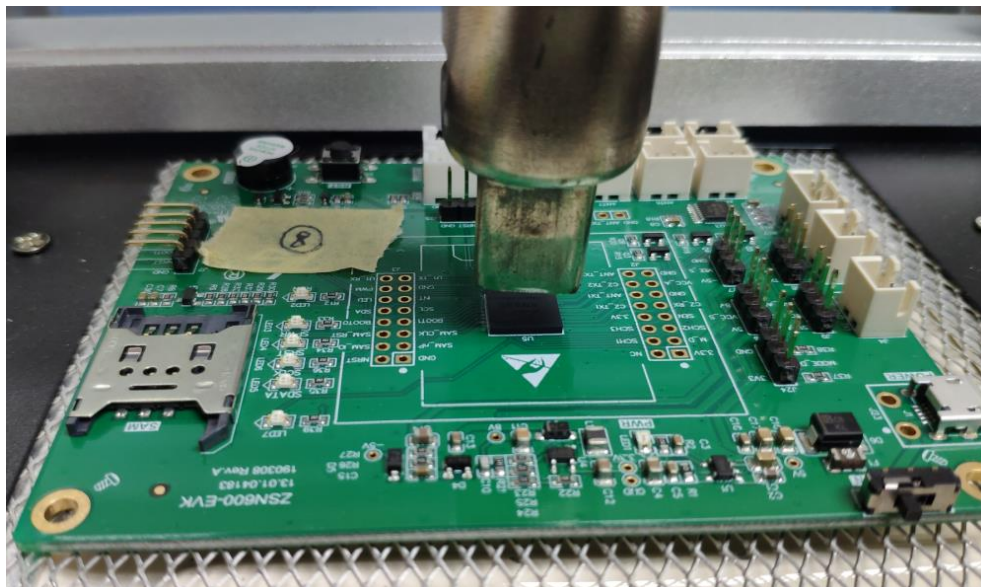

图 3.2 拆芯片示例
(2) 拆下损坏芯片。选取大口风枪嘴，风枪嘴面积稍微大于芯片面积最佳，将热风枪出风口对准 ZSN603 芯片，出风口距离芯片 1cm 左右，如图 3.2 所示。设置风枪温度 300 摄氏度，开启热风枪，加热至锡融化后，用镊子取下芯片。